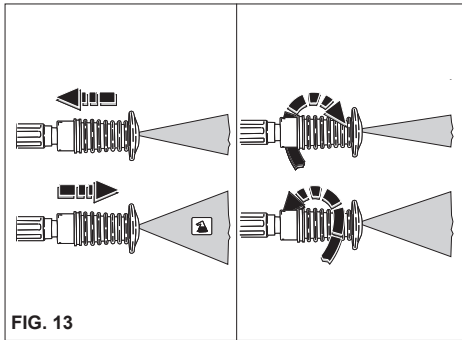

FIG. 13
### GEBRUIK VAN DE REGELBARE SPROEIKOP MULTIREG (fig. 13)
- Wanneer de hogedruk-waterspuit niet wordt gebruikt, de beveiliging van de handgreep sluiten. (fig. 13)
2) De warmwater schoonmaakmachine inzetten, bedien het aanzuigcommando van het reinigingsmiddel op de lans en besprenkel het te reinigen oppervlak van beneden naar boven, enkele minuten laten inwerken (fig. 13).